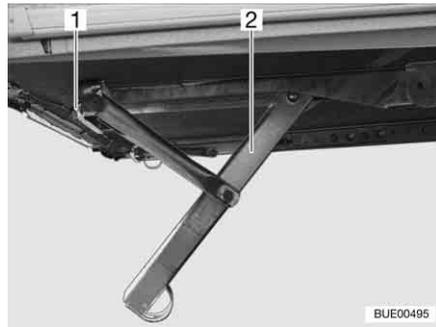
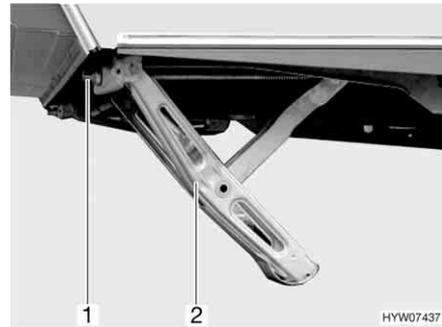

Fig. 20 Apoyo a manivela bajado girando la manivela (variante 1)
Fig. 21 Apoyo a manivela bajado girando la manivela (variante 2)
- Insertar la manivela en el hexágono (Fig. 20,1 ó Fig. 21,1) de los apoyos a manivela (Fig. 20,2 ó Fig. 21,2).